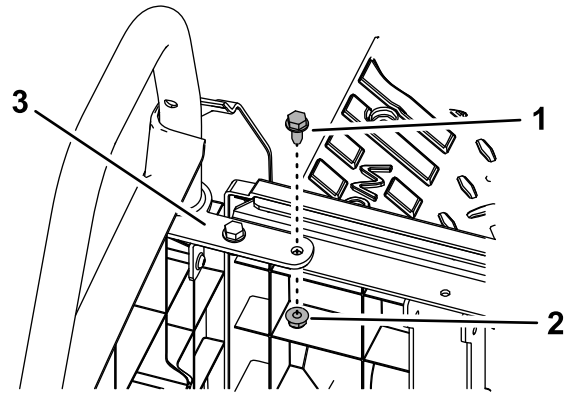

Bild 3
3. Nehmen Sie die innere Schraube (5/16" x 3/4") und die Mutter (5/16") von der linken und rechten hinteren Hüftgurthalterung ab (Bild 3).